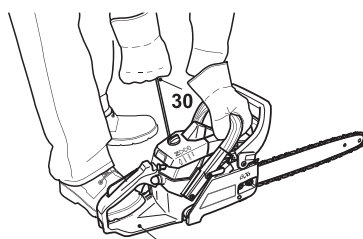

Fig. 24
6. Posez l'appareil par terre et calez-le bien en mettant le pied sur l'écran de protection de la poignée arrière (20). Puis tirez la poignée du lanceur à rappel (30) d'un coup sec, à 4 ou 5 reprises. N'essayez pas de lancer le moteur en tenant l'appareil d'une seule main (Fig. 24).